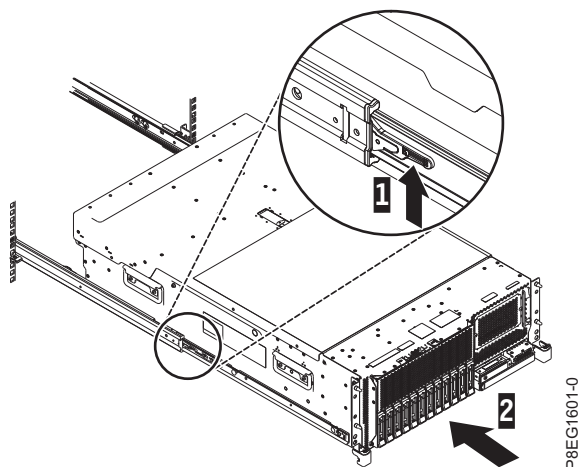

Figura 8. Pestillos de liberación y servidor
3. Levante los pestillos de liberación azules (1) de los rieles deslizantes y empuje el servidor (2) totalmente hacia el interior del bastidor hasta que quede encajado en su sitio. Para obtener detalles, consulte la Figura 8.